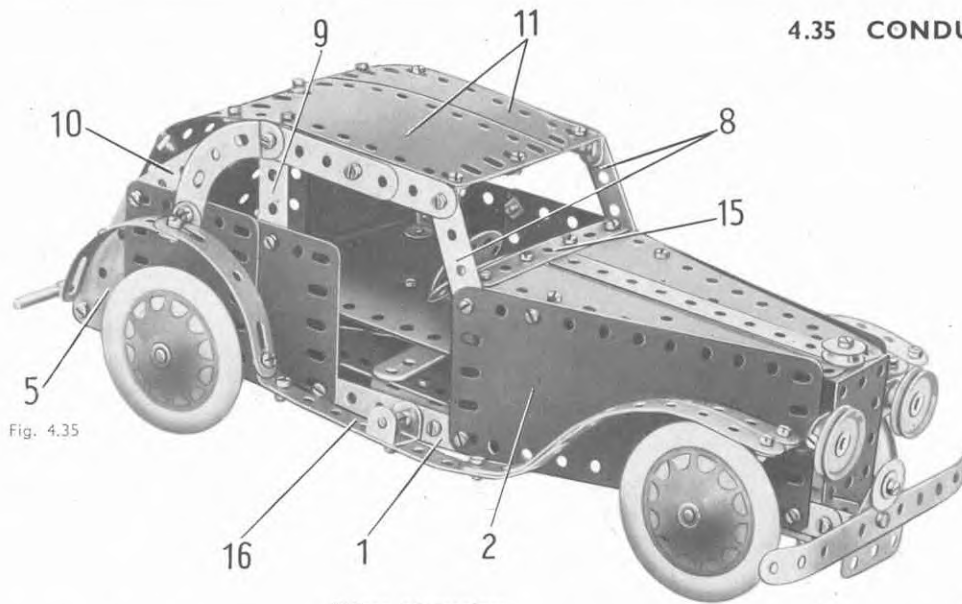

Fig. 4.35
L'autre côté est formé par une plaque flexible de 14×6 cm. (2), deux plaques cintrées de 43 mm. préalablement aplaties et une plaque flexible triangulaire de 6×4 cm. (5). Un intervalle est ménagé entre les plaques pour le passage du levier du moteur (fig. 4.35).